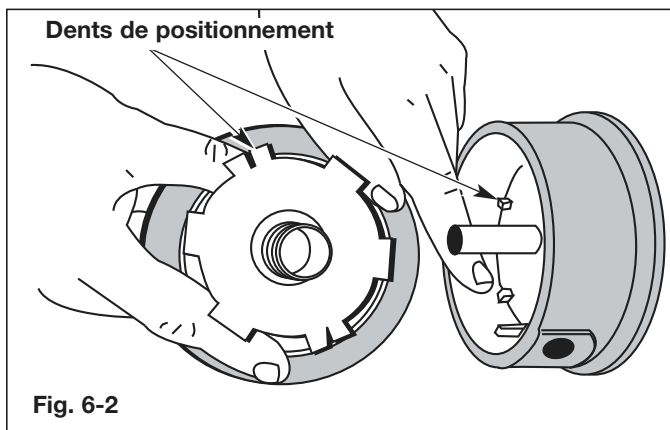

Fig. 6-2
5. Vérifiez l'état d'usure des dents de positionnement sur le moulinet intérieur et la bobine extérieure (Fig. 6-2). Enlevez les ébarbures ou remplacez le moulinet et la bobine au besoin.